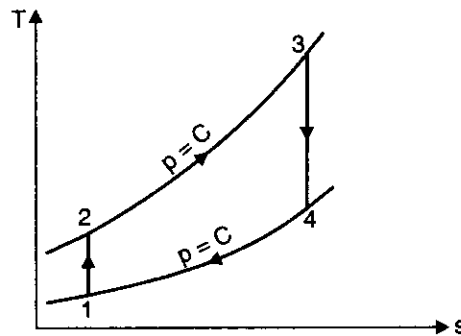

Fig. 13.52
Refer Fig. 13.52.
**Solution.** Refer Fig. 13.52.